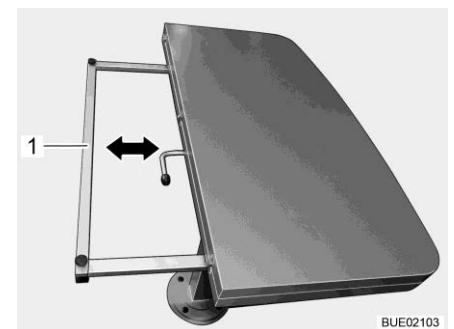

Bild 131 Förminska bordsskiva
- Håll stödramarna (Bild 131,1) på båda sidor och skjut den jämnt under bordsskivan tills den stannar.